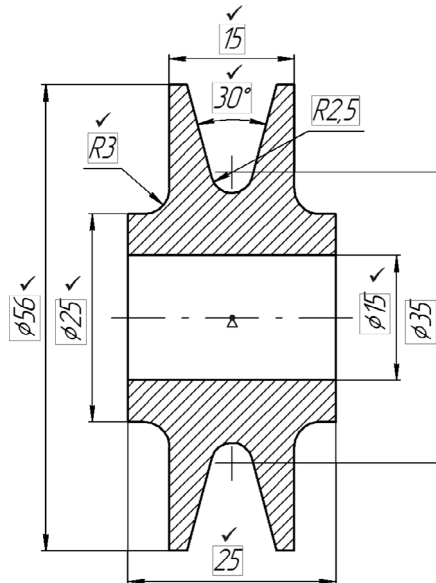

Рис. 64.13.
23. Измените несколько размеров, например так, как это показано на рис. 64.13 (измененные размеры отмечены «галочкой»).